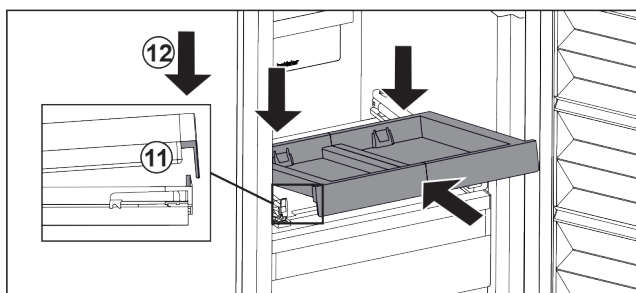

Fig. 93
- ▶ Gurnite ukoso. Pazite na to da je na obje strane graničnik iza jezička. Fig. 93 (11)
- ▶ Spustite izvlačnu ploču naprijed. Fig. 93 (12)